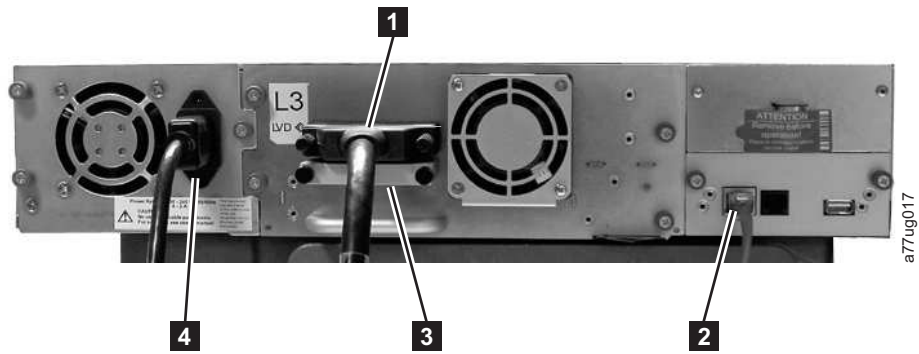
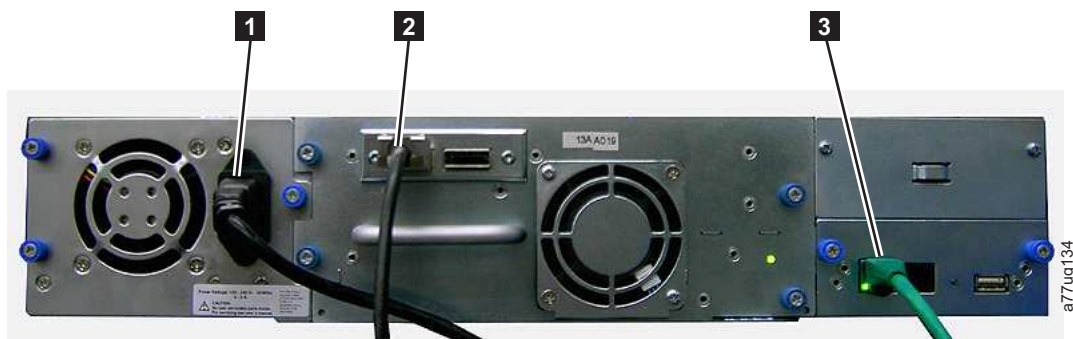

Figure 37. Connexion d'un câble d'interface hôte SCSI à une bannothèque 2U
Figure 39. Connexion d'un câble d'interface SAS à la bannothèque 2U
2. Pour une bandothèque SCSI, connectez une extrémité du câble d'interface hôte à l'un des connecteurs du panneau arrière de la bandothèque (voir **1** dans la figure 37, à la page 53). Pour une bandothèque Fibre Channel, connectez une extrémité du câble d'interface hôte au connecteur du panneau arrière de la bandothèque (voir **4** dans la figure 38, à la page 53). Pour une bandothèque SAS (Serial Attached SCSI) connectée, connectez l'extrémité hôte du câble SAS à l'adaptateur de bus hôte SAS (voir **2** à la figure 39, à la page 53). Les unités pleine hauteur ont des connecteurs SAS doubles. Les unités demi-hauteur ont un seul connecteur SAS. Les connecteurs SAS non utilisés n'ont pas besoin d'être équipés d'un module de terminaison.
- Dans le cas d'une bannothèque SCSI, connectez le câble d'interface hôte au connecteur de l'adaptateur de bus hôte SCSI ou au connecteur de l'unité précédente du bus SCSI. Connectez le module de terminaison (**3** dans la figure 37) au connecteur SCSI restant sur le panneau arrière de la bannothèque, si la bannothèque est la dernière ou unique unité sur le bus SCSI. Sinon, branchez
4. Branchez le câble réseau Ethernet (**2** po figure 37, à la page 53, **5** po figure 38, à la page 53 ou **3** po figure 39, à la page 53) dans le port Ethernet sur le panneau arrière de la bannothèque. Si la connexion Ethernet est directement reliée à un serveur ou à un ordinateur portable, un câble Ethernet simulateur de modem peut être nécessaire.